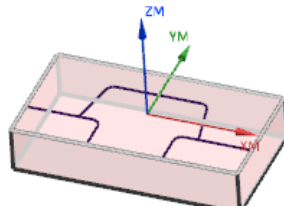

图 16.5 毛坯几何体
Step3. 单击“毛坯几何体”对话框中的**确定**按钮,系统返回到“工件”对话框,完成图 16.5 所示毛坯几何体的创建。